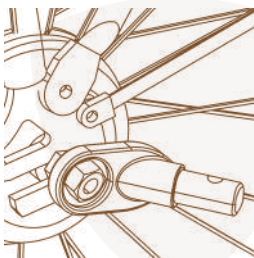

Afbeelding 10
1. Snelspanner As: Verwijder de snelspanner van de linkerkant van de achteras van de fiets. Installeer de trekhaak tussen de snelspanner en het frame. Draai de snelsluiting vast volgens de handleiding van de fietsfabrikant. De trekhaak kan op de fiets blijven zitten wanneer de fietskar wordt verwijderd (Afbeelding 10).